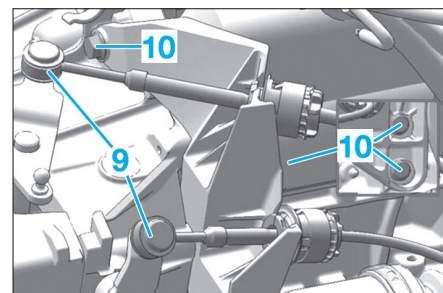

Fig. 4
- Ecarter ce dernier (8) sans ouvrir le circuit hydraulique.
- Désaccoupler les biellettes de commandes de boîtes (9) (Fig.4).
- les vis de fixation du support de commande (10),